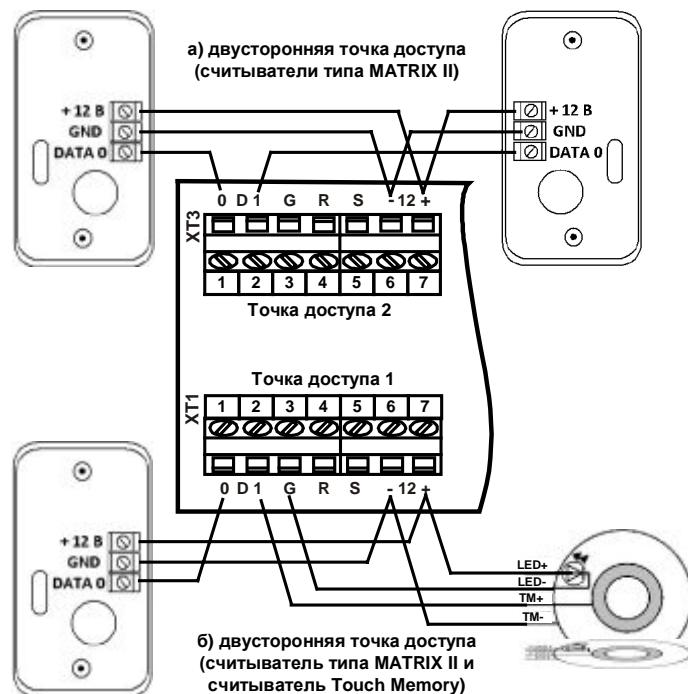
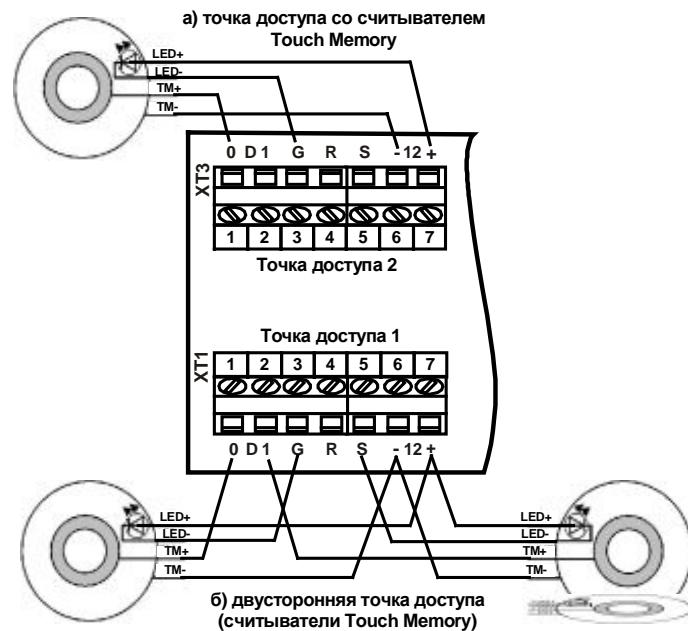

Рис. 8 Подключение считывателей при двусторонней ТД
Рис. 9 Примеры подключения считывателей Touch Memory
На Рис. 8, Рис. 9 приведены примеры подключения считывателей MATRIX II и Touch Memory с интерфейсом iButton (Dallas Touch Memory).
При такой схеме подключения (Рис. 8, ТД №2), светодиод постоянно горит красным цветом (дежурный режим), при поднесении карты пользователя (в независимости есть карта в конфигурации или её нет), сигнал зуммера, светодиод загорается на 0.5 сек. зелёным цветом и гаснет на 1сек. (принимает и передаёт код карты), после этого включается реле (если есть разрешение в ТД), а светодиод вновь загорается красным цветом (возврат в деж. режим) - можно подносить карту. Если дверь закрыта, то следующее поднесение карты останавливает или запускает вновь отсчёт времени замка, при этом события (Проход разрешено) от последующих карт в журнал идут. Если дверь открыта первым проходящим, то последующее поднесение карты каждый раз переключает реле (события: Проход разрешено, проход совершен).
При создании в конфигурации нового пользователя или редактирование свойств ранее созданного пользователя, идентификатор пользователя необходимо ввести методом считывания кода проксимити-карты через подключенный к контроллеру КД2 считыватель Touch Memory, (Меню (OK) - Конфигурирование - Пользователи - пользователь - выбрать п.4 "Таблетка iButton" - F4(выбор УСК) - выбор контроллера КД2 - встроенные + - выбор точки доступа (пример: Рис. 8 ТД 1) - OK и поднести проксимити-карту к считывателю.